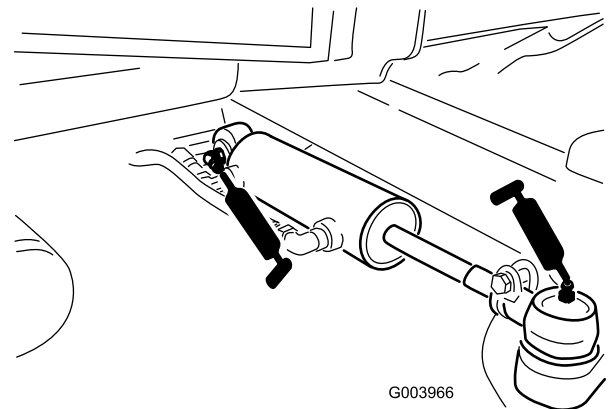

Figure 48
- Rotules de vérin de direction (2) (Figure 48)